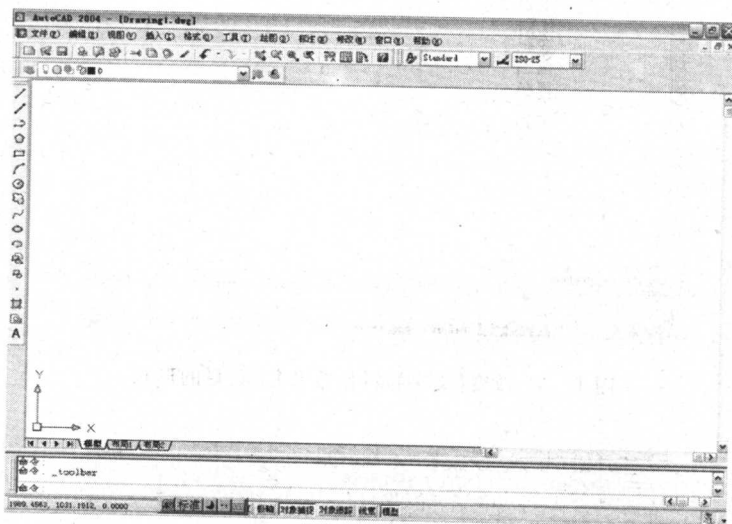

图 1-1 关闭【修改】及【对象特性】工具栏
1. 启动 AutoCAD,进入 AutoCAD 用户界面。关闭【修改】工具栏及【对象特性】工具栏,如图 1-1 所示。